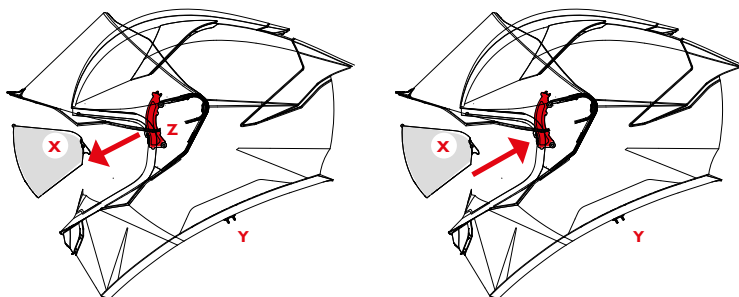

FIGURE 14
**Retrait de l'écran solaire** — Figure 14